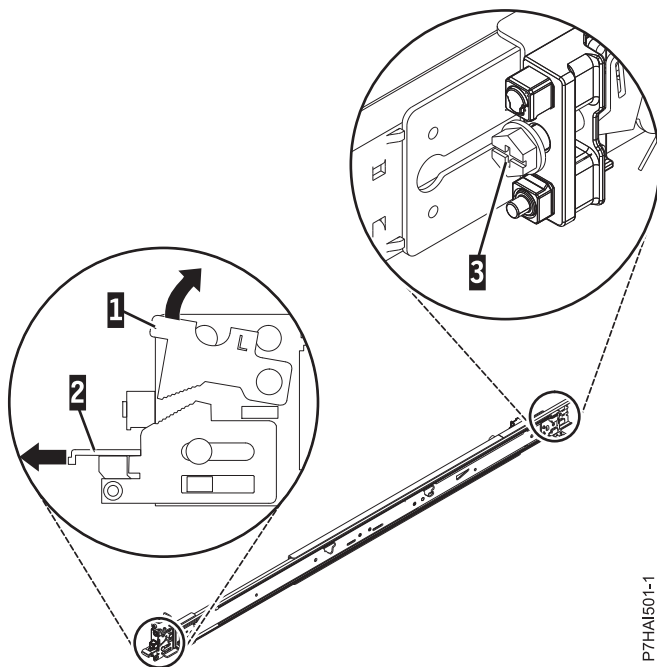

Abbildung 2. Vordere Verriegelung öffnen und Schraube an der Rückseite entfernen
2. Drücken Sie die vordere Sperrzunge (1) nach oben und ziehen Sie die vordere Verriegelung (2) an der Vorderseite der Schiene heraus. Entfernen Sie die Schraube anschließend wieder von der Rückseite der Schiene (3). Einzelheiten finden Sie unter Abb. 2.